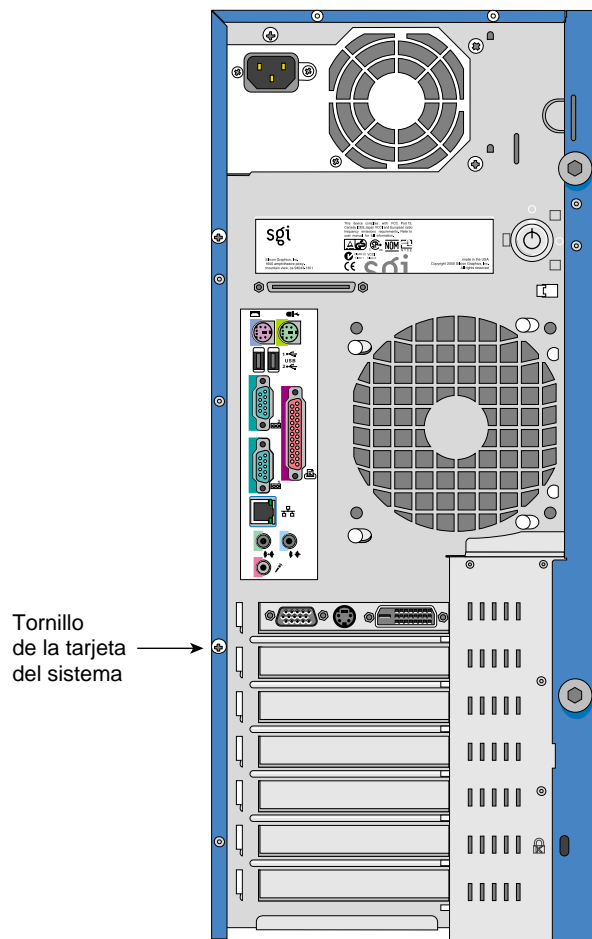

Figura 2-27 Posición del tornillo de la tarjeta del sistema
9. Afloje el tornillo de la tarjeta del sistema. En la Figura 2-27 se muestra su posición.
5. Fije el tornillo de la tarjeta del sistema al soporte de sujeción. Consulte la posición del tornillo de la tarjeta del sistema en la Figura 2-27 en la página 52.